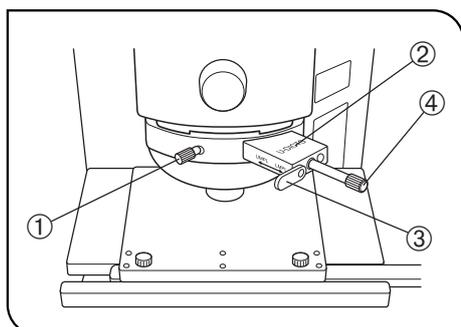

Abb. 7
2 Einstellen des DIC-Schiebers (Abb. 7)
(Abb. 7)
1. Den Hintergrundkontrast durch Drehen des Prisma-Bedienknopfes ④ am DIC-Schieber einstellen, wie unten beschrieben. (Abb. 7)